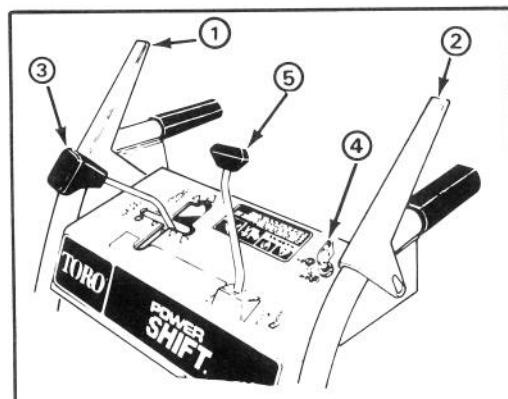

Figure 9
**Commande de tarière/roue hélice** (fig. 9)—Cette commande peut se régler sur deux positions : EMBRAYÉE et DÉBRAYÉE. Pour embrayer la tarière et la roue hélice, appuyez le levier contre la poignée droite. Pour débrayer, relâchez le levier.
**Commande d'entraînement de traction** (fig. 9)—Pour engager la traction ou mettre le mécanisme Power Shift en service, le levier doit être pressé contre la poignée gauche. Pour arrêter la traction, relâchez le levier.
**Commande de changement de vitesse** (fig. 9)—La commande présente quatre vitesses avant et deux arrière et permet également l'asservissement Power Shift des roues. Pour passer les vitesses, réglez cette commande sur la position désirée.
**Verrouillage de la tarière** (fig. 9)—Lorsque les commandes de tarière/roue hélice et d'entraînement de traction sont enclenchées, la commande de traction verrouille la commande de tarière/roue hélice en position enfoncée. Il suffit de relâcher la première pour désenclencher la seconde.
**Commande de goulotte d'éjection** (fig. 9)—Faites tourner la commande de goulotte d'éjection dans le sens horaire afin d'orienter la goulotte vers la droite et dans le sens inverse pour l'incliner de l'autre côté.
**Contacteur d'allumage** (fig. 9)—Le contacteur se règle sur deux positions CONTACT MIS et CONTACT COUPÉ. Tournez la clé sur CONTACT MIS avant de faire démarrer le moteur et sur CONTACT COUPÉ pour arrêter celui-ci.
1. Réglez la commande de changement de vitesse au point mort (N) et la commande des gaz en position "rapide" (FAST) (fig. 9).
4. Mettez le contact (fig. 9).
1. Relâchez les commandes d'entraînement de tarière/roue hélice et de traction (fig. 9).
2. Réglez le sélecteur de vitesse au point mort (N).